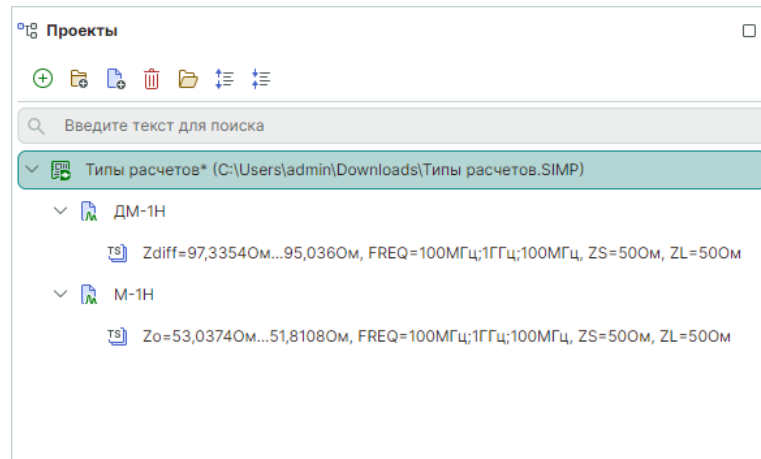

Рис. 96 Наименования расчетов для типа «S-параметры»
Наименование расчетов формируется по следующему шаблону: диапазон рассчитанных значений волнового сопротивления (Z_o) или дифференциального волнового сопротивления (Z_{diff}), диапазон значений частоты (FREQ), сопротивление источника (ZS), сопротивление приемника (ZL). Пример: $Z_o=47,2281...46,1457\text{Ом}$, $FREQ=100\text{МГц};1\text{ГГц};100\text{МГц}$, $ZS=50\text{Ом}$, $ZL=50\text{Ом}$, см. Рис. 96.